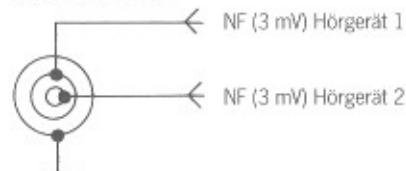

Abb. 3: Beschaltung der NF-Ausgangsbuchse in Schalterstellung „3 mV“
1. Hörgeräte mit EK 1013-6 verbinden (siehe Buchsenbeschaltung Abb. 3)